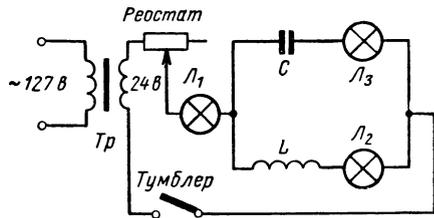

Рис. VI.49. Параллельный резонансный контур.
**Параллельный резонанс.** Соединим использовавшиеся в предыдущем опыте детали по схеме рис. VI.49. Установим реостат так, чтобы его сопротивление полностью было включено в схему. Подсоединим трансформатор к сети  $127 \text{ в}$  и включим тумблер. Лампочки  $L_1$ , а также  $L_2$  или  $L_3$  должны гореть достаточно ярко. Вставляйте куски провода сердечника в центральное отверстие катушки до тех пор, пока лампа  $L_1$  не погаснет, а лампы  $L_2$  и  $L_3$  будут гореть ярко. При этом может потребоваться подрегулировать реостат. Если дальнейшее увеличение объема провода сердечника в катушке приводит к тому, что  $L_1$ , а также  $L_2$  или  $L_3$  начинают гореть ярче, значит точка резонанса достигнута.